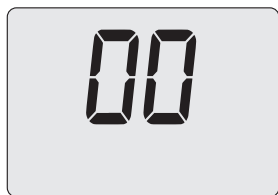

Figura 5.22
- Premendo il tasto 16 (Figura 5.19) sul display LCD appare il valore del parametro P07 (Figura 5.22).